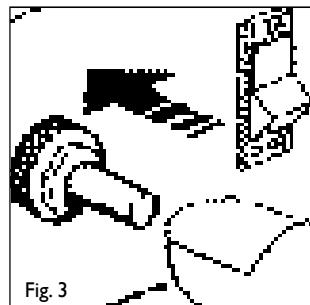

Fig. 3
- Apretar el pulsador de la válvula del gas y contemporáneamente apretar varias veces el pulsador del piezoelectrónico hasta que el quemador se encienda (Fig. 3 - 4)